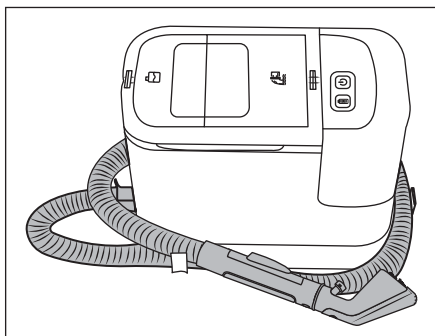

Fig. 10
- ℹ **Nota:** (1) Se non si utilizza l'apparecchio per lungo tempo, svuotare il contenitore dell'acqua pulita **2**. (2) Conservare l'apparecchio solo dopo averlo pulito. Osservare al riguardo la descrizione contenuta al capitolo **Pulizia e manutenzione**.
- ♦ Estrarre il reggitubo 15 dall'apparecchio. Avvolgere il flessibile di spruzzo/aspirazione 19 intorno all'apparecchio utilizzando i reggitubo 15/ 16 (vedere fig. 10).